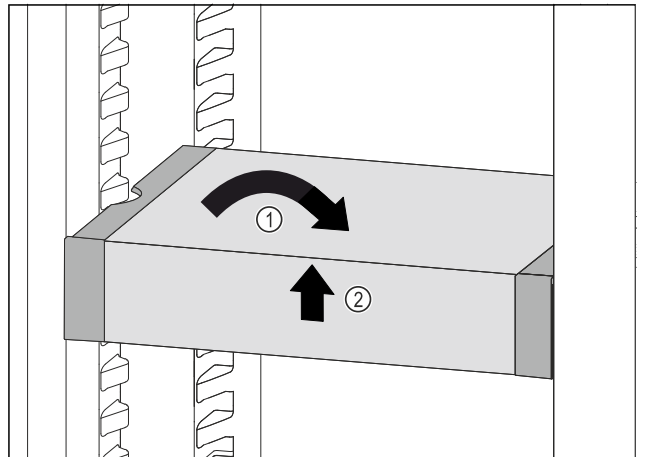

Fig. 127
- ▶ 将 VarioSafe 放平。 Fig. 127 (1)
- ▶ 抬起 VarioSafe 前部。 Fig. 127 (2)